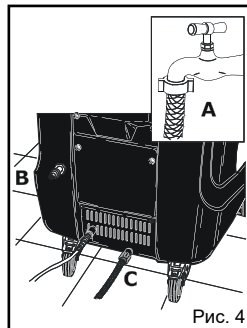
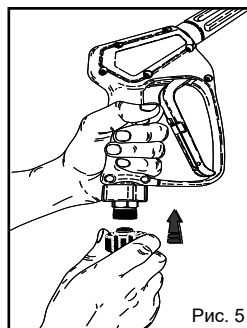

Рис. 4
Рис. 5
Подсоедините шланг к крану водоснабжения (рис. 4А) и к отверстию на аппарате (рис. 4В). Убедитесь, что давление и расход воды, подаваемой от крана, соответствует характеристикам аппарата: 2-8 бар (29-116 фунт/дюйм²) Максимальная температура воды на вход аппарата не более 50°C (122°F)
Подсоедините шланг высокого давления к аппарату (рис. 4С) и к пистолету (рис. 5).
1. Поверните кран подачи воды (рис. 4А).
5. Нажав рычаг на пистолете, сбросьте давление в шланге высокого давления (рис. 5А).
7. Закройте кран водопровода (рис. 4А).